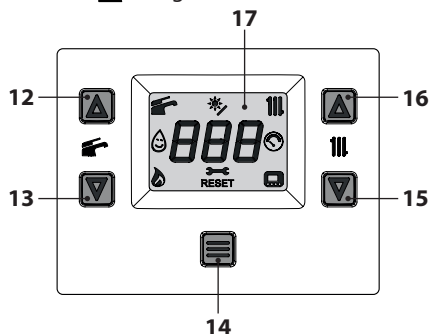

Figura 2.5
- Mantenga pulsado durante 1 segundo el botón 14 hasta que aparezca en el display el símbolo  Figura 2.5.
La temperatura del agua caliente de impulsión de la calefacción puede regularse mediante los botones 15 (reducción) y 16 (aumento) (Figura 2.5) entre un mínimo de aproximadamente 25°C y un máximo de aproximadamente 80°C. La primera vez que se pulsa uno de los dos botones se muestra el valor de "consigna", la
De todas formas, si la temperatura ambiente no resultase confortable, se puede aumentar o reducir la temperatura de impulsión de la instalación de calefacción en $\pm 15^{\circ}\text{C}$ usando los botones 15 (reducción) y 16 (aumento) (Figura 2.5).
La temperatura del agua caliente sanitaria puede regularse mediante los botones 12 (aumento) y 13 (reducción) (Figura 2.5) entre un mínimo de aproximadamente 35°C y un máximo de aproximadamente 60°C . La primera vez que se pulsa uno de los dos botones se muestra el valor de "consigna", la segunda vez se puede modificar.